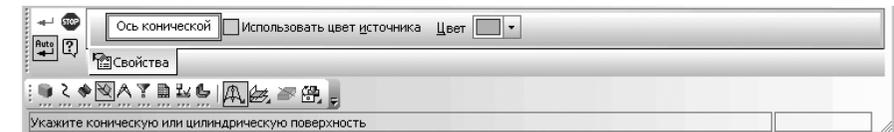

Рис. 8.167. Панель свойств: **Ось конической поверхности**, Компактная панель и строка сообщений
- щелкните в всплывающем меню по пункту  – **Конической поверхности** и отпустите кнопку мыши. Появится **Панель свойств: Ось конической поверхности**, показанная на рис. 8.167. В строке сообщений появится подсказка: **Укажите коническую или цилиндрическую поверхность**.